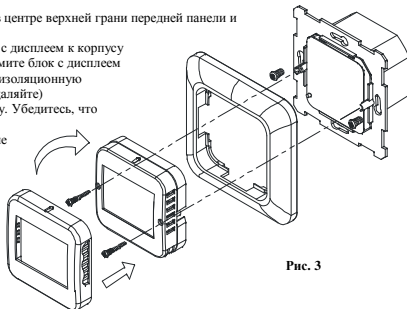

Рис. 3
- Аккуратно надавите на защелку (рис.3) в центре верхней грани передней панели и снимите переднюю панель.